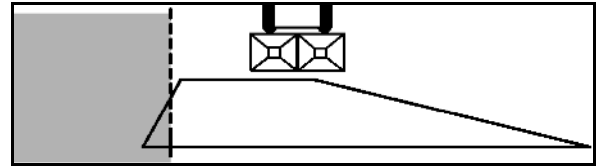

Рис. 78
- Настраиваемое значение следует найти в таблице норм внесения удобрений (Рис.. 78).